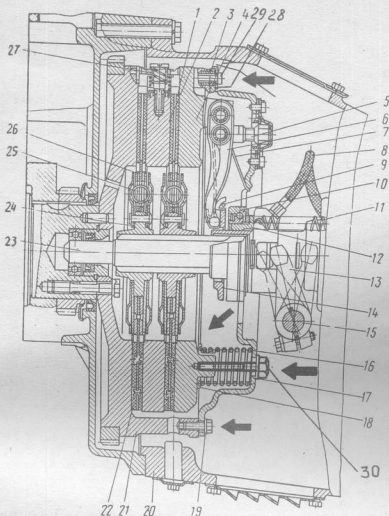

Рис. 18. Сцепление
58. Установить на маховике ведомые диски 1 (Рис. 18), средний ведущий диск 2 и нажимной диск 4 в сборе с кожухом 17 и отцентровать их положение с помощью шлицевой оправки. Ведомые диски должны быть установлены короткими выступающими торцами навстречу друг другу, средний ведущий диск так, чтобы короткое плечо шипа диска было слева по ходу вращения маховика. (Шлицевая оправка, молоток бронзовый).